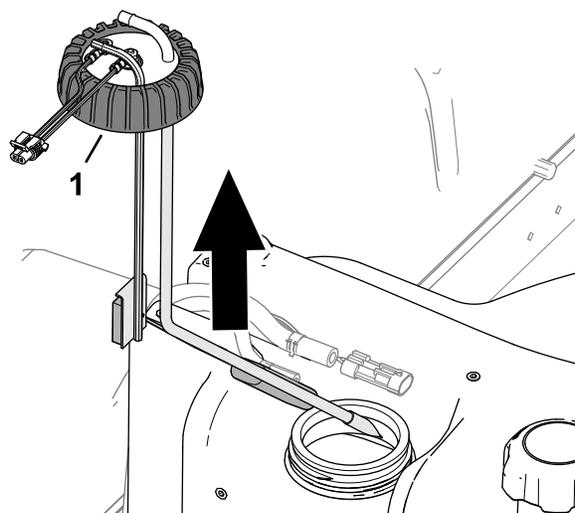

**Figure 87**
4. Éloignez les colliers qui fixent les flexibles sur les raccords vers l'intérieur du transmetteur de niveau de carburant, et débranchez les flexibles des raccords (Figure 87).